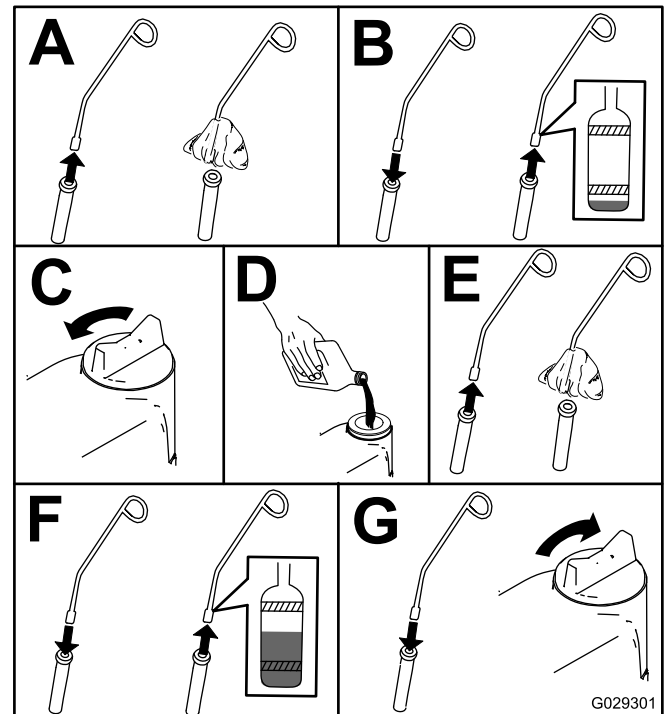

Figura 44
- Controllate l'olio e aggiungetene altro come opportuno (Figura 44).